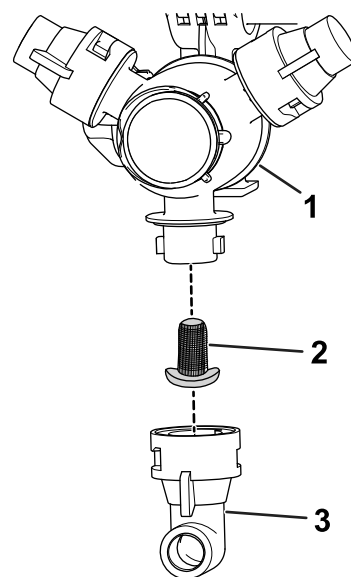

図 54
2. タレットからノズルを外す 図 54。
3. ノズルフィルタを取り外す 図 54。
5. ノズルフィルタを取り付ける 図 54。
6. タレットにノズルを取り付ける 図 54。